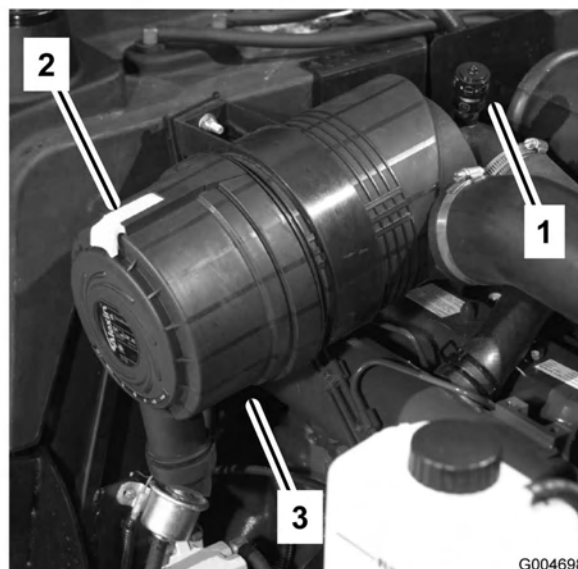

Figura 46
1. Tire hacia fuera del enganche y gire la tapa del limpiador de aire en el sentido contrario a las agujas del reloj (Figura 46).
7. Instale la tapa orientando la válvula de salida de goma (Figura 46) hacia abajo – aproximadamente entre las 5:00 y las 7:00, visto desde el extremo. Cierre el enganche.